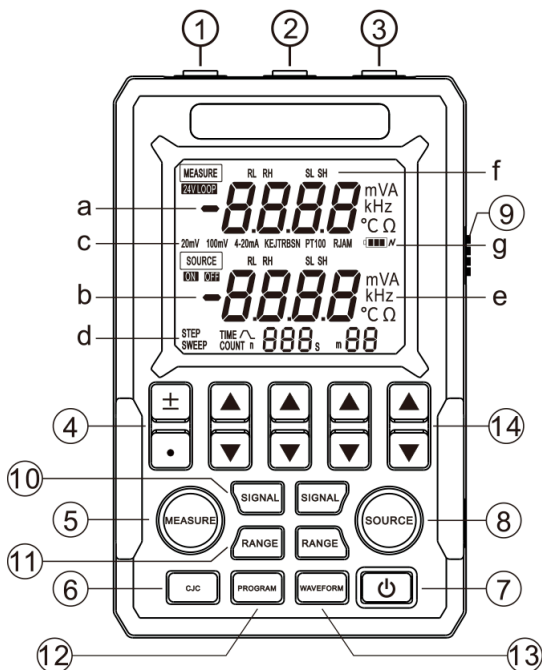

Figura 1: Vista frontal do calibrador de processo IP-772A Impac
- Os bornes para inserção da ponta de teste são mostrados na Figura 1. Consulte a Tabela 3 para sua função.
- Se o objetivo é executar o modo de medição, insira a ponta de teste nos terminais 1 e 3 da Figura 1.
- Se o objetivo é executar a saída de sinais de sinais, insira a ponta de teste nos terminais 1 e 2 da Figura 1.